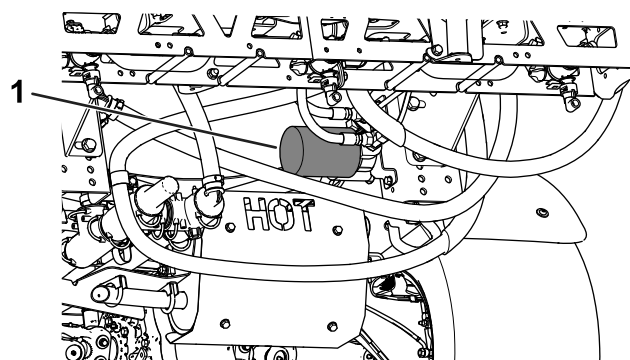

Figure 57
4. Déposez le filtre (Figure 57).